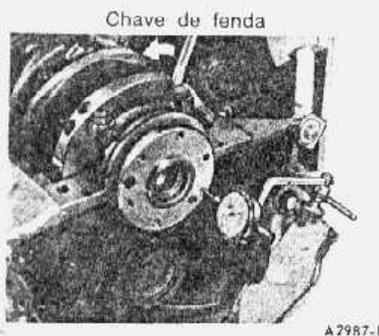

fig. 4 - folga longitudinal da árvore de manivelas — típico
2. Instalar um micro-comparador, fazendo o apalpador apoiar-se contra a flange da árvore de manivelas e, a linha de centro do eixo do indicador fica paralela à linha de centro da árvore (fig. 4).